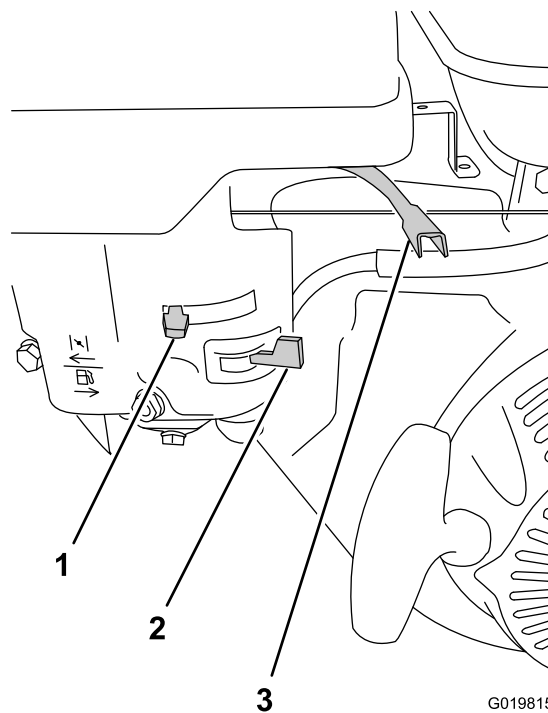

Figura 19
1. No motor, afaste o acelerador manual da posição Min, percorrendo 1/3 do curso até a posição Máx (Figura 19); consulte o tópico Acelerador manual (página 11).
2. Mova a alavanca da válvula de combustível para a posição On, movendo-a completamente à direita (Figura 19); consulte o tópico Válvula de combustível (página 11).
- Para ligar o motor frio, mova a alavanca do afogador para a posição Fechado, movendo-a completamente à esquerda (Figura 19); consulte o tópico Afogador (página 11).
4. Gire o interruptor do motor para a posição On (Figura 19); consulte o tópico Interruptor de partida elétrica (página 11).
1. Certifique-se de que o afogador esteja na posição Off (Figura 19); consulte o tópico Afogador (página 11).
2. Mova a alavanca do acelerador para a posição Mín. (Figura 19); consulte o tópico Acelerador manual (página 11).